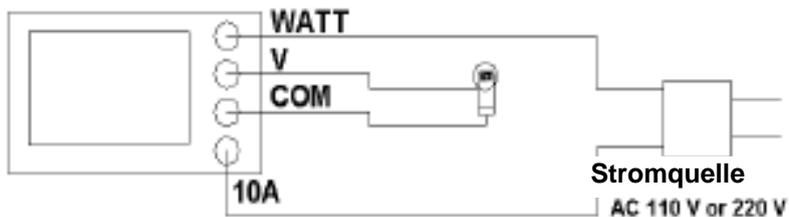

Abb. 2
Verbinden Sie die Testkabel gemäß Abb. 2 mit den Klemmen (3 – 16, 3 – 17, 3 – 18, 3 – 19).
- 6) \* Verbinden Sie die „LAST“ mit den Klemmen 3 – 17, 3 – 18 (s. Abb. 2).
3 – 19 (s. Abb. 2).
„V“-Eingangsbuchse (3 – 17, Abb. 2) und „COM“-Eingangsbuchse (3–18, Abb. 2)
Verbindung der Wandler-Stromabgabe mit der „10 A“-Eingangsbuchse (3 – 19, Abb. 2) und der „COM“-Eingangsbuchse (3 – 18, Abb. 2)
„V“-Eingangsbuchse (3 – 17, Abb. 2) und „COM“-Eingangsbuchse (3 – 18, Abb. 2)
Verbindung des Zangenanlegers (1 AC mV pro 1 ACA), mit den „Clamp-On Current Input“-Eingangsbuchsen (3 – 20, Abb. 2).